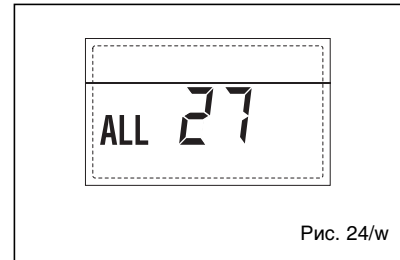

Рис. 24/w
– СРАБАТЫВАНИЕ МОДУЛИРУЕМОГО НАСОСА ВТОРОЙ СМЕШАННОЙ ЗОНЫ “ТРЕВ 22” (рис. 24/r)